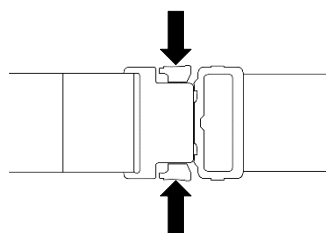

Fig. 3-4
③ おむつを交換します。交換が終わりベルトを外すときはバックルの側面部分を押しながら左右へスライドさせてください。(Fig. 3-4)